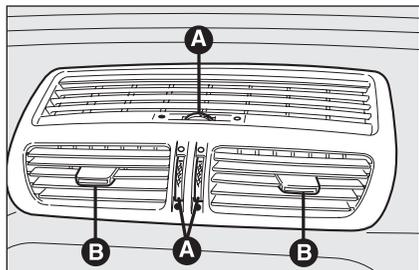

рис. 43
**ЦЕНТРАЛЬНЫЕ ДЕФЛЕКТОРЫ рис. 43**